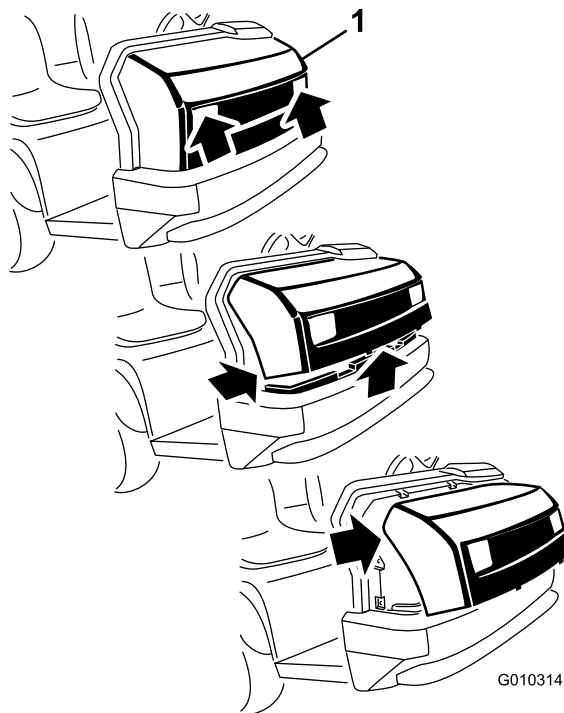

Figura 27
1. Segurando firmemente no capot pelas aberturas dos faróis, eleve o capot para soltar as patilhas de montagem inferiores das ranhuras da estrutura (Figura 27).
2. Desloque a parte inferior do capot para cima até ser possível retirar as patilhas de montagem superiores das ranhuras da estrutura (Figura 27).
3. Incline a parte superior do capot para a frente e desligue os conectores de fios dos faróis (Figura 27).
2. Insira as patilhas de montagem superiores nas ranhuras da estrutura (Figura 27).
3. Insira as patilhas de montagem inferiores nas ranhuras da estrutura (Figura 27).